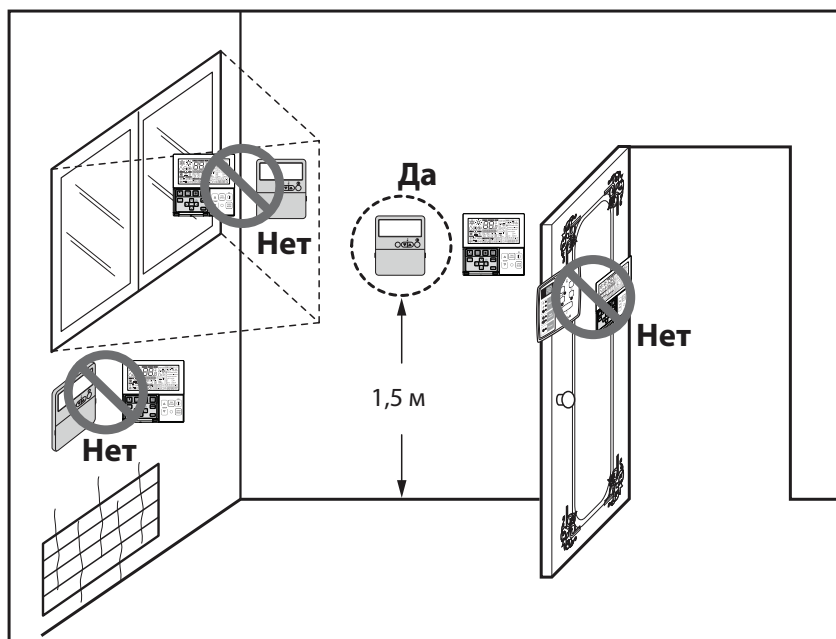

Рис. 1 Рекомендуемые места монтажа пульта дистанционного управления
Этот пульт дистанционного управления оборудован ЖК-дисплеем. Для корректного вывода информации на дисплей следует правильно смонтировать пульт дистанционного управления, как показано на рис.1.
- Для блоков производительностью более 14 кВт/ч монтаж трубопроводов возможен в четырех направлениях (см. рис. 1).